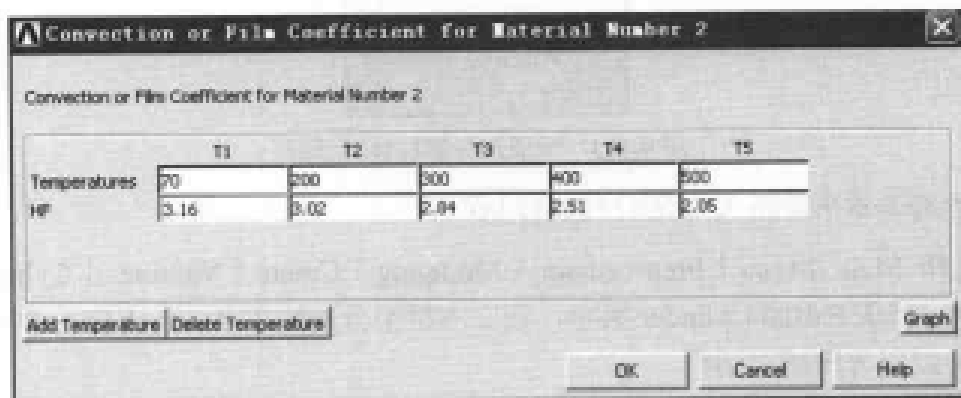

图 9-102 输入接管材料对流系数对话框
(10) 双击 Define Material Model Behavior 对话框上的 Convection or Film Coef 按钮, 出现 Convection or Film Coefficient for Material Number 2 对话框, 单击该对话框上的 Add Temperature 按钮 4 次, 参照图 9-102 在文本框中进行输入, 单击 OK 按钮关闭该对话框。